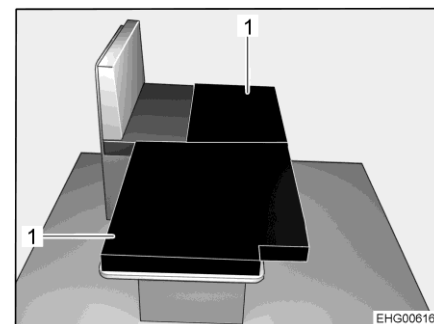

Bild 34 Efter ombyggnaden
- Lägg de båda extra dynorna (Bild 34,1) på det nersänkta bordet så som visas i bild.